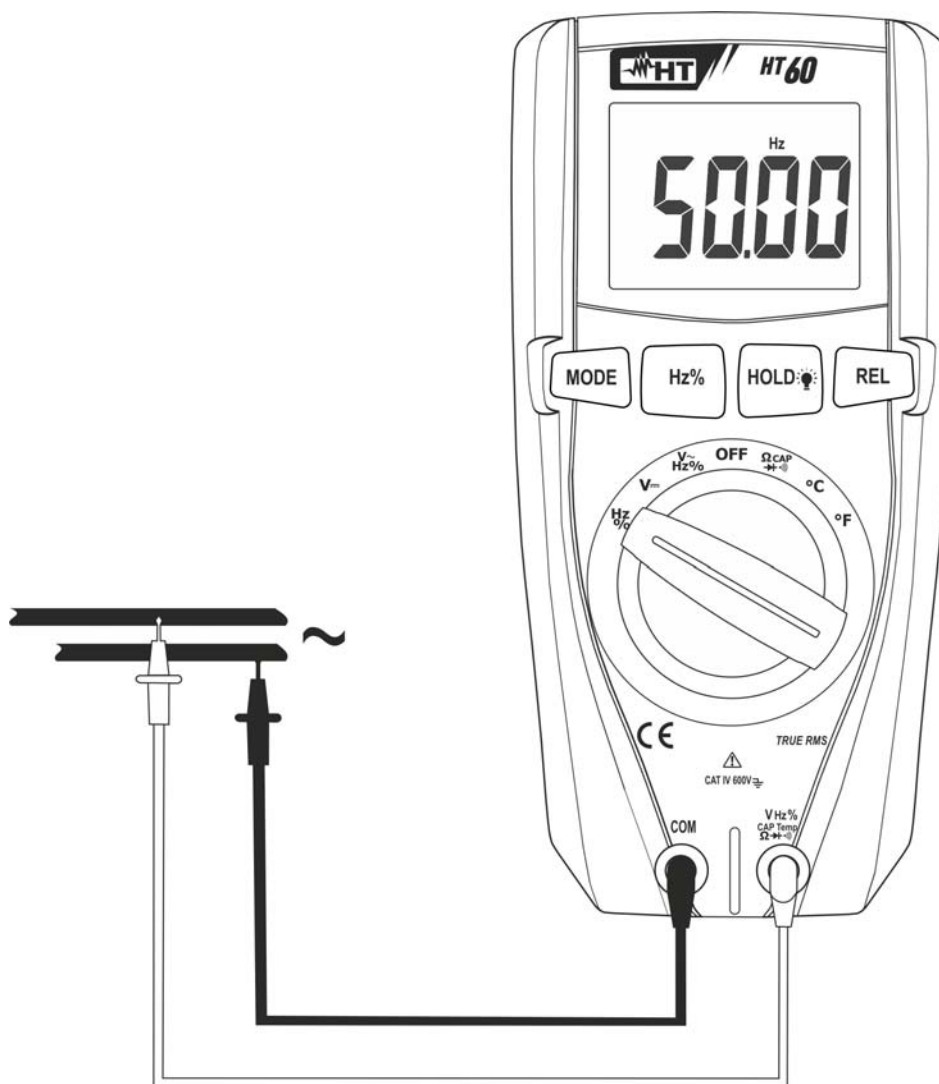

Fig. 6: Uso dello strumento per misure di Frequenza e Duty Cycle
3. Posizionare i puntali nei punti desiderati del circuito in esame (vedere Fig. 6). Il valore della frequenza è visualizzato a display